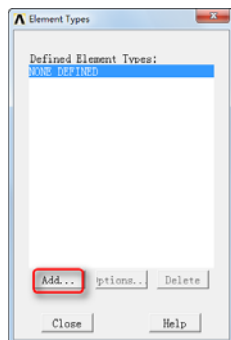
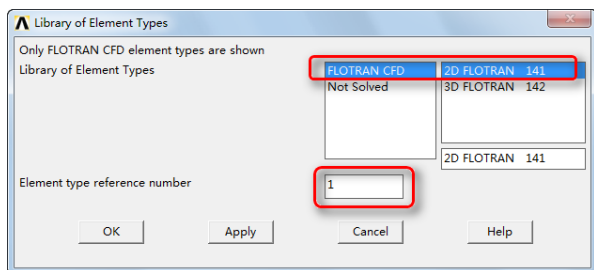

图 7-44 “Element Types” 对话框
图 7-45 “Element type reference number” 对话框
①指定单元类型: 依次选择 Main Menu→Preprocessor→Element Type→Add/Edit Delete, 会弹出“Element Types”对话框, 如图 7-44 所示。
②单击“Add”按钮, 会弹出“Library of Element Types”对话框。
③在“Library of Element Types”列表框中选择“FLOTRAN CFD”和“2D FLOTRAN 141”, 在“Element type reference number”输入框中输入 1, 如图 7-45 所示。单击“OK”按钮关闭“Library of Element Types”对话框。
④单击“Close”按钮, 关闭“Element Types”对话框。